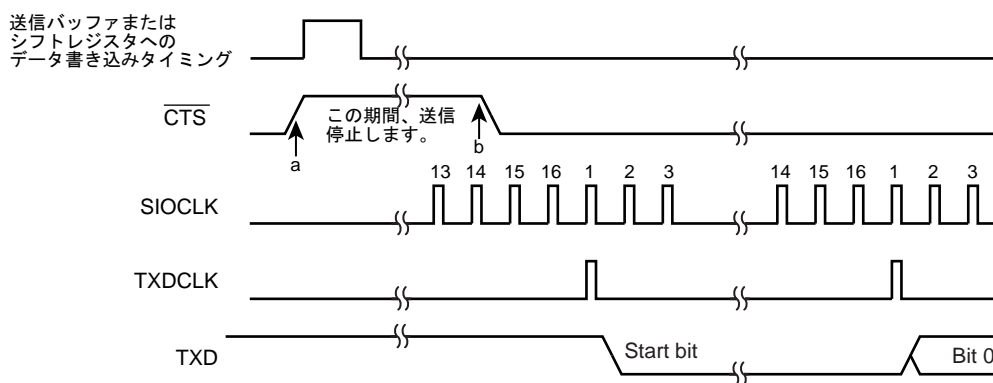

図 11-9 $\overline{\text{CTS}}$ 信号のタイミング
- 注 1) 送信中に $\overline{\text{CTS}}$ 信号を立ち上げた場合、送信終了後に停止します(図 11-9 "a")。
注 2) $\overline{\text{CTS}}$ 信号立下り後の最初の TXDCLK クロックから送信を開始します(図 11-9 "b")。